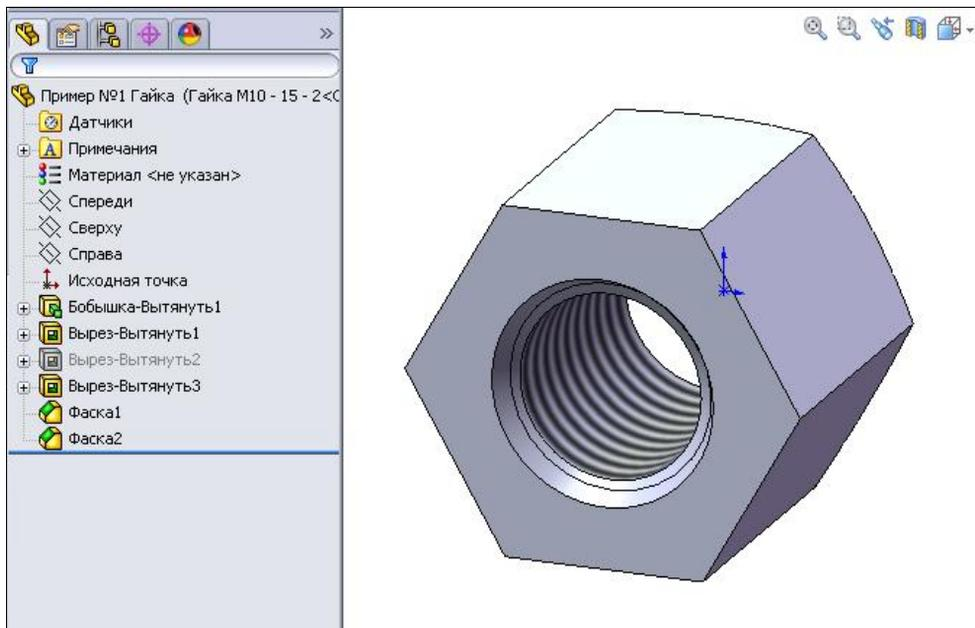

Рис. 3.21
4. Погасим элемент **Вырез-Вытянуть2**, для чего выделим его в Дереве Конструирования, щелкнем правой кнопкой мыши и в появившемся контекстном меню активизируем команду  — **Погасить**. В результате строка **Вырез-Вытянуть2** погаснет, а из конструкции детали этот элемент исчезнет (рис. 3.21).